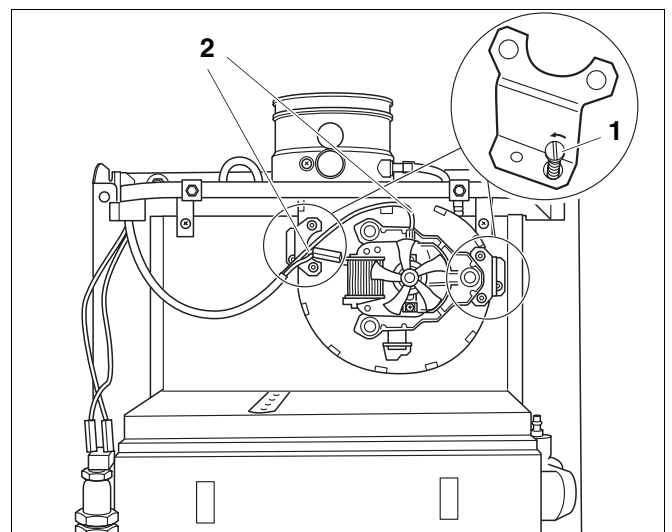

Fig. 11 Înlocuirea ventilatorului
- Se scoate ștecherul cablului (Fig. 11, Poz. 2) de la ventilator.
- Se desfac cele două șuruburi (Fig. 11, Poz. 1).